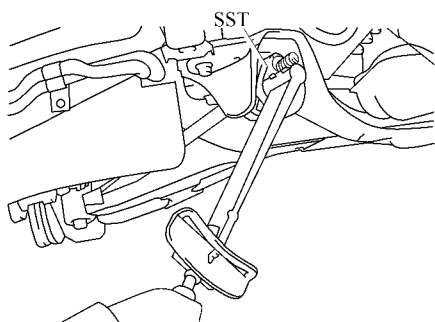

图 14-92 旋紧支承杆侧的螺母
- (4) 旋紧支承杆后侧的螺母。上下摇动汽车若干次使悬架系统稳定，然后用输出轴轴承锁紧螺母扳手旋紧支承杆后侧的螺母，如图 14-92 所示。